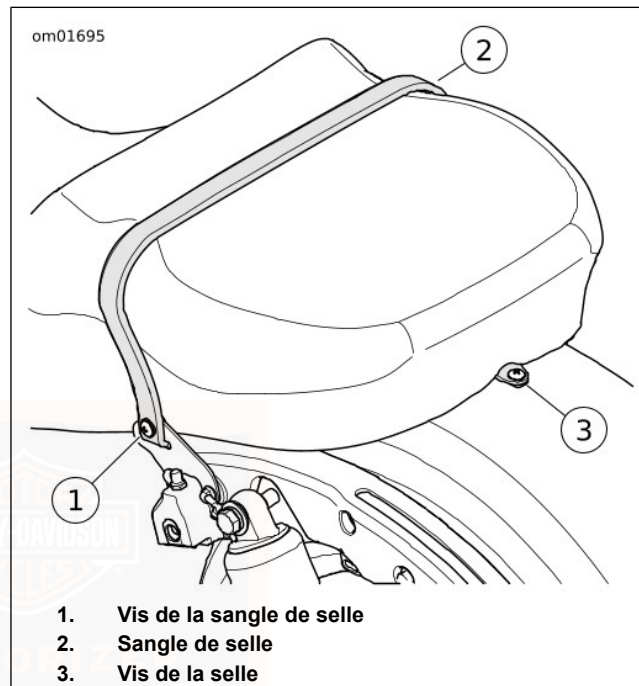

Figure 105. Vis de la sangle de selle
3. Voir Figure 105. Retirer la vis pour détacher la sangle de siège du support.
2. Voir Figure 105. Attacher le support de selle au garde-boue arrière avec la vis. Serrer.
5. Voir Figure 105. Introduire la sangle dans la fente sur le support de sangle du siège.